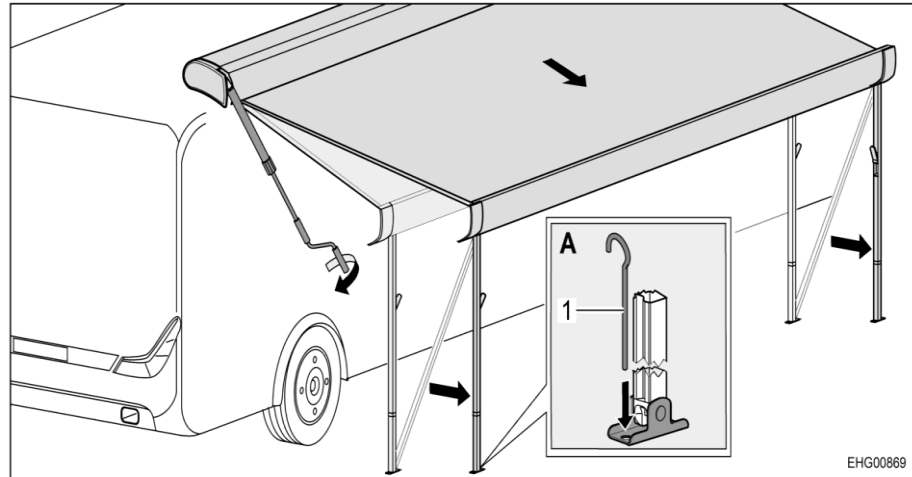

Bild 47 Placera markisen i ändläge
- Fäst stödfötterna med tältpinnar (Bild 47,1) på marken (Bild 47,A).